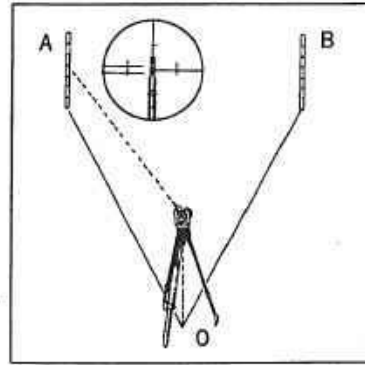

図13
- 1) 機械を据え付け、第1目標Aを視準します。(図13)
- 2) マイクロつまみ③を回して水平目盛を読み取ります。